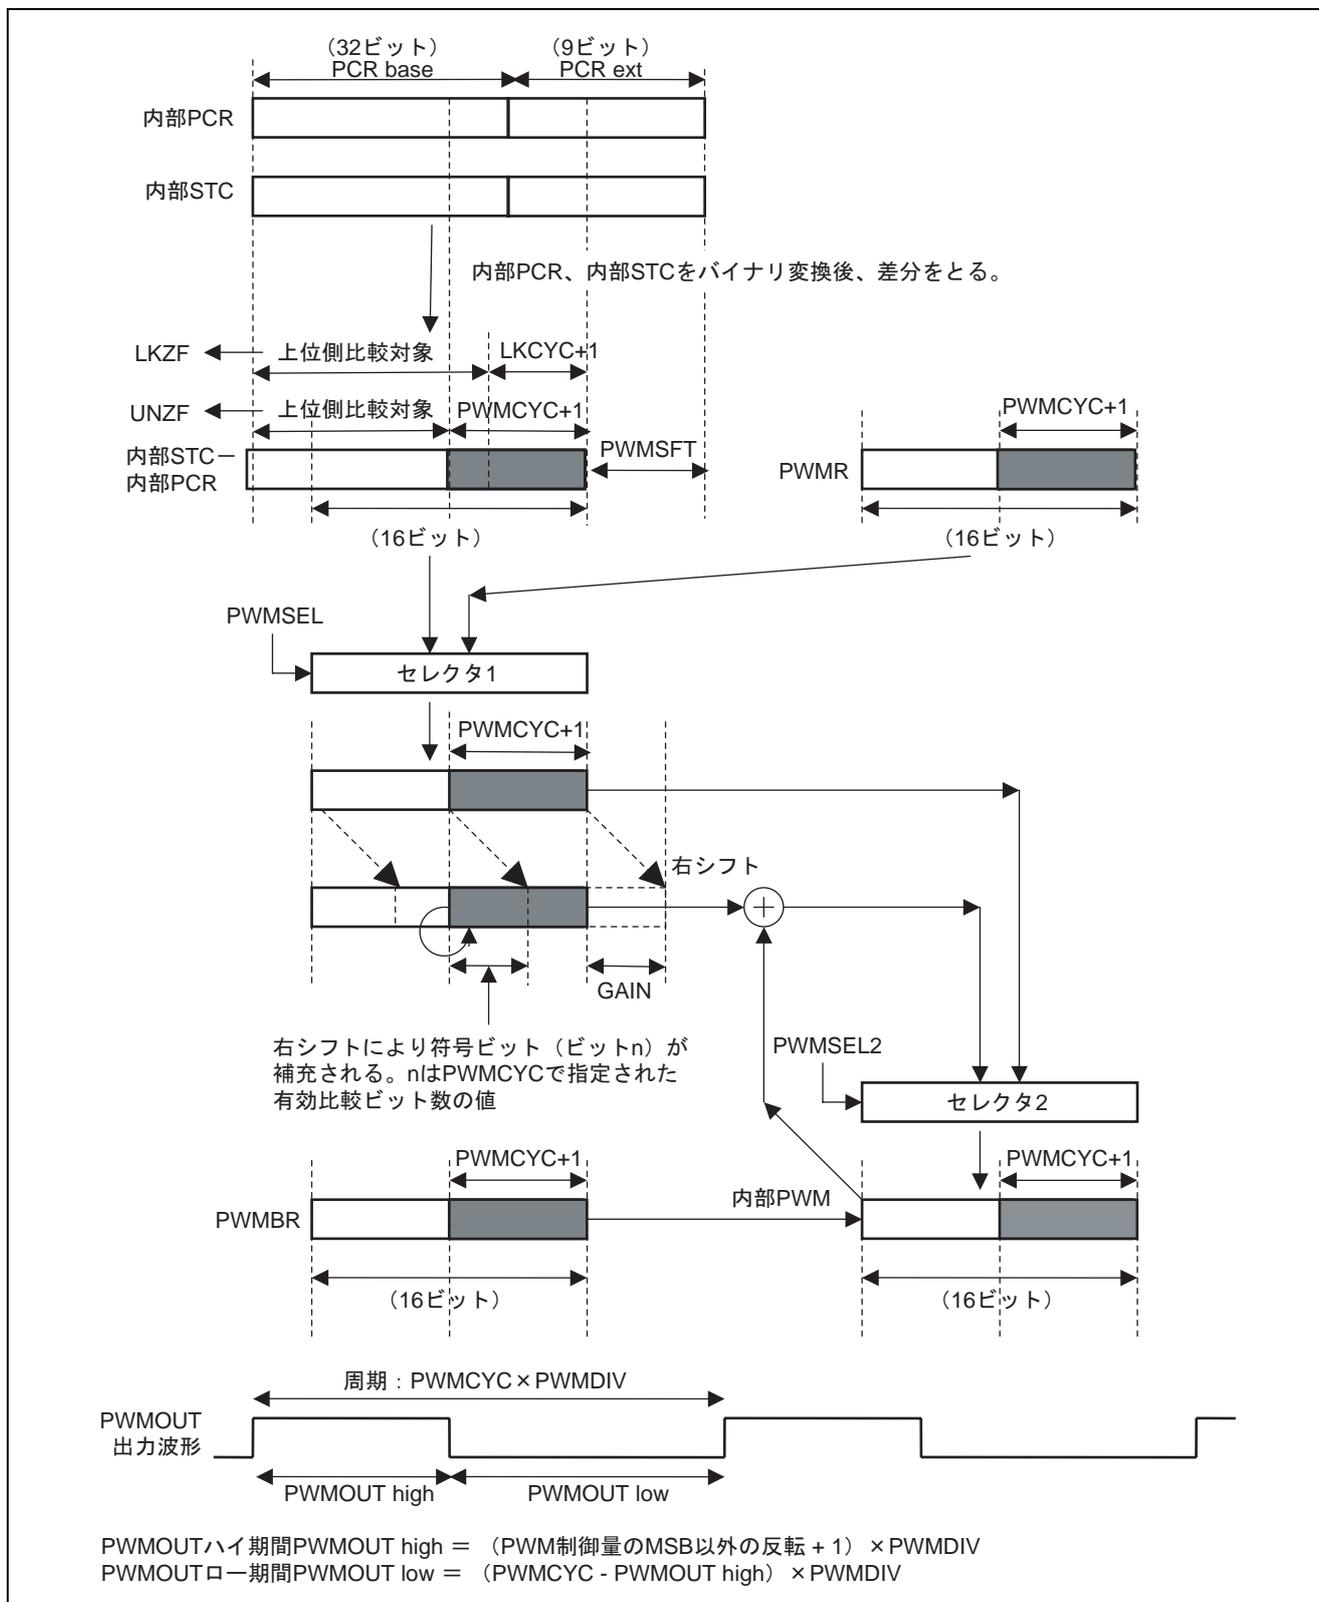

図 15.9 レジスタ設定の説明図
- PWMSFT[3:0]ビットの設定で、PWM 制御量の基準ビット (PWM 制御量の LSB) のシフト量を指定します。シフトされたビット (図 15.9 の PWMSFT 幅のビット) は PWM 制御量の比較の対象にはなりません。
- PWM 制御量は、PWMR レジスタに指定することで直接行うこともできます。その場合、PWMSEL=1 に設定します。この場合の、PWMCYC の役割は内部 STC レジスタ-内部 PCR レジスタと同様に有効比較ビット数になります (図 15.9 参照)。
7. 反映された PWM 制御量で PWMOUT 出力端子からは図 15.9 に記載のような波形が出力されます。